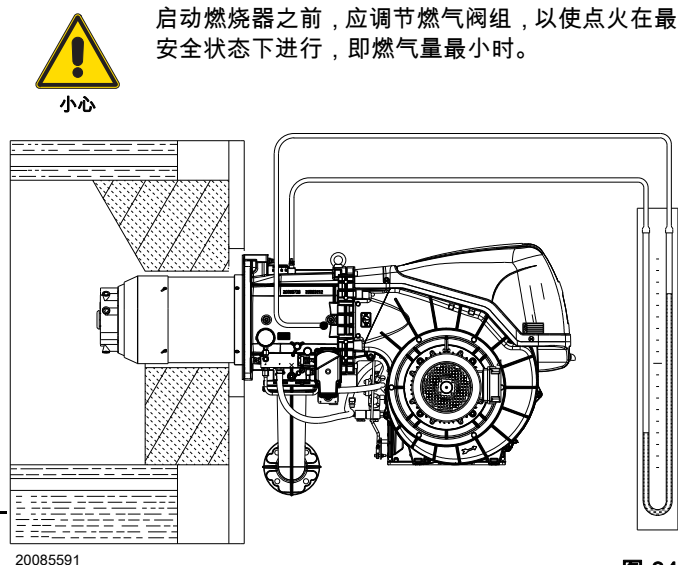

图 34
- ▶ 安装一个 U 型压力计或压力表 (图 34), 插座的 (+) 端为管路接口的燃气压力, (-) 端在炉腔内。
燃气到达燃烧头处时会显示在 U 型压力计 (图 34) 上。
参考数值一般可在 第 27 页表 M 中查到；在 U 型压力表上读出燃气压力 (见 第 33 页图 34) 并按提示进行操作。